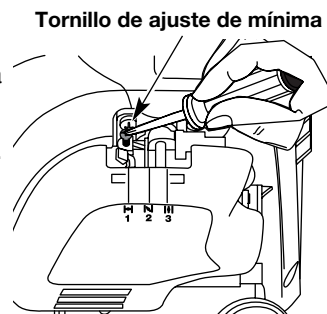

Fig. 51
La velocidad mínima del motor puede ser ajustada. Puede tener acceso al tornillo de ajuste de mínima a través de un orificio en la parte superior de la cubierta del motor (Fig. 51).
2. Suelte el gatillo del regulador y deje que el motor funcione en mínima. Si el motor se para, inserte un destornillador Phillips pequeño en el orificio de la cubierta del motor (Fig. 51). Gire el tornillo de mínima hacia adentro, en sentido horario, de a 1/8 de vuelta por vez (según sea necesario) hasta que el motor funcione en mínima suavemente.